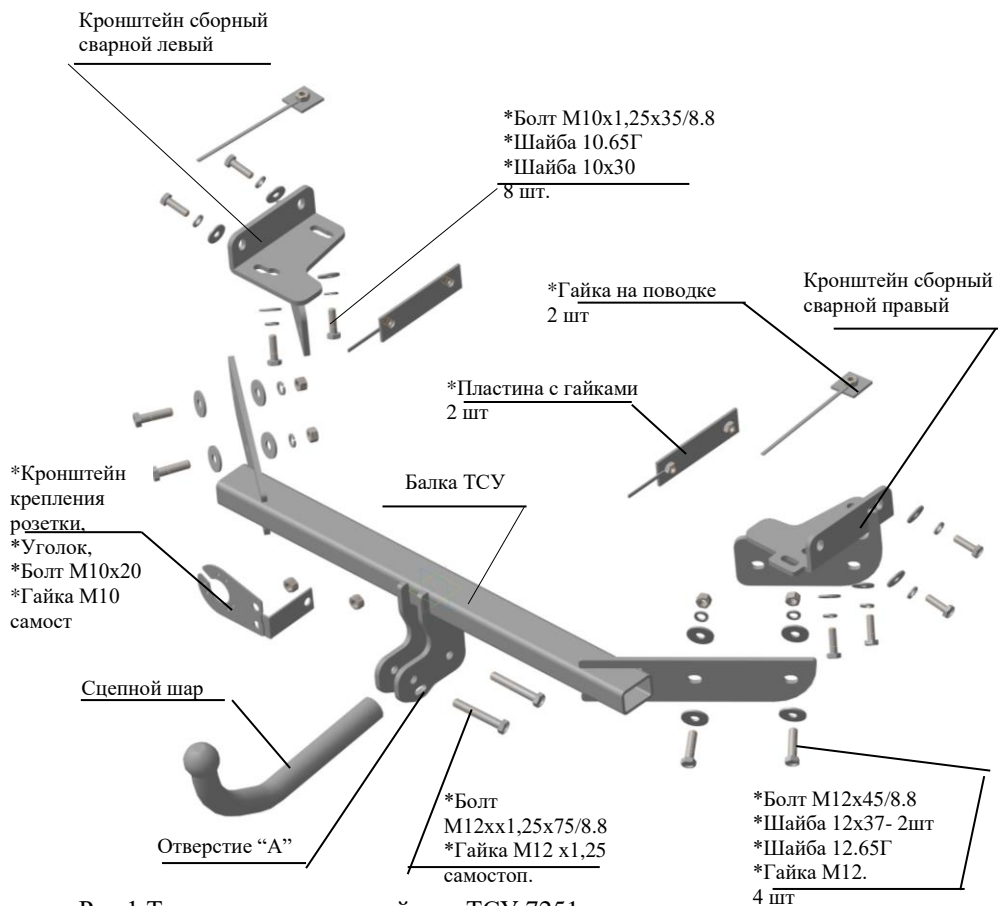

Рис.1 Тягово-цепное устройство ТСУ 7251.
2.1 ТСУ 7251 в сборе (рис.1)	1 шт.
2.2. Пакет комплектующих (рис.1)+ защитный колпвк	1+1 шт
4.3 Закрепить сборный сварной левый кронштейн ТСУ к нижней и внешней полке лонжерона четырьмя болтами М10х1,25х35, используя гайки штатные сварные и подложив под головки болтов шайбы 10.65Г и шайбы 10х30 (соответственно рис.1). Крепеж не затягивать.
полках лонжеронов под болты М10х35 и для крепления кронштейнов к переднему отверстию в нижних полках лонжеронов - использовать гайки на поводке, к боковым полкам лонжеронов - пластины с гайками, к заднему отверстию в нижних полках – гайки М10 и болты М10х35 (на рис.1 не показано), подложив под головки болтов шайбы 10.65Г и шайбы 10х30. Крепеж не затягивать.
4.4 Закрепить сборный сварной правый кронштейн ТСУ аналогично левому, соответственно рис.1. Крепеж не затягивать
4.5 Закрепить балку ТСУ к внешним сторонам сборных сварных кронштейнов за нижние отверстия болтами М12х45 и гайками М12 (соответственно рис.1), подложив под головки болтов шайбы 12х37, а под гайки - шайбы 12.65Г и шайбы 12х37. Крепеж не затягивать.